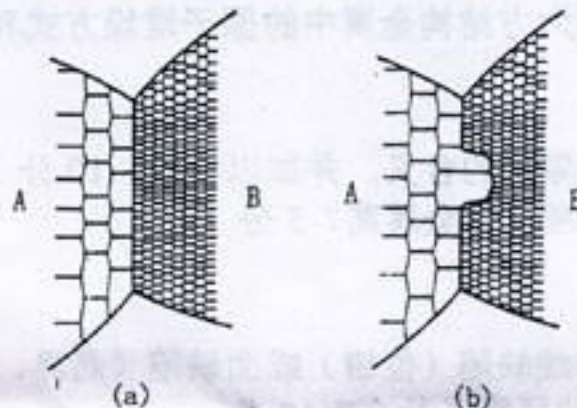

图 5
(1) 给出金属发生再结晶的基本条件 (驱动力); 5 分
(2) 指出再结晶、结晶、固态相变之间的主要区别; 5 分
(3) 图 5 示意画出一种常见的再结晶形核机制, 请解释该地点优先形核的原因和形核过程。5 分
(4) 再结晶动力学公式为  $X=1-e^{-kt^n}$ , 各参数表示的含意是什么? 以  $X-t$  的关系作图, 曲线的形状大致是怎样的? 如何处理可得一条直线? 处理成直线有何用途? 5 分